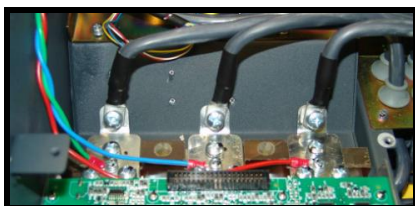

Figura 7.4.22
- 2) Desconectar todos los cables que van unidos a la pletina de conexiones y los tres cables de la bobina dv/dt que van al IGBT (ver figura 7.4.22).